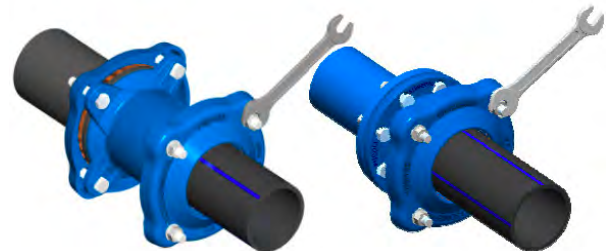

Bild 3 (Schraubendrehmoment – siehe Tabelle A)
3.4 Ziehen Sie die Schrauben gemäß dem in Tabelle A angegebenen Drehmoment an. Ziehen Sie diametral gegenüberliegende Schrauben fest, indem Sie jeder Mutter jeweils eine oder zwei Umdrehungen auf einmal geben, um sicherzustellen, dass das Dichtungs- und Spannsystem gleichmäßig um das Rohrende gedrückt wird - Bild 3.